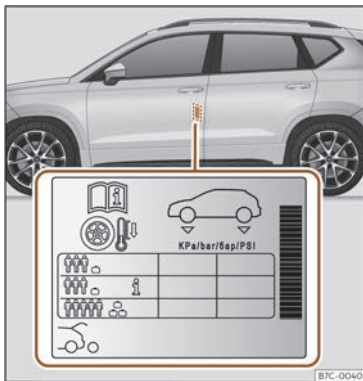

Fig. 208 Emplacement de l'autocollant de gonflage des pneus.
- Adaptez la pression des pneus en fonction de la charge transportée par le véhicule >>> **fig. 208.**
Les valeurs de pression de gonflage figurent sur l'autocollant situé sur la face arrière du cadre de la portière avant gauche >>> **fig. 208.**
Adaptez la pression de gonflage des pneus à la charge du véhicule. Si le véhicule est chargé au maximum, vous devez augmenter la pression de gonflage jusqu'à la valeur maximale de charge indiquée sur l'autocollant >>> **fig. 208.**
Dans le cas de la roue de secours de taille réduite (125/70 R16 ou 125/70 R18), la gonfler à une pression de 4,2 bar comme indiqué sur l'autocollant de pression des pneus >>> **fig. 208.**
Il est possible d'adapter la pression de gonflage des pneus sous charge moyenne en fonction du véhicule afin d'améliorer le confort de conduite (pression de gonflage **i** >>> **fig. 208**). Lorsque vous roulez avec une pression de gonflage de confort, la consommation de carburant peut légèrement augmenter.
- Le conducteur est responsable de la pression correcte de tous les pneus de son véhicule. La pression de gonflage recommandée est indiquée sur un autocollant >>> **fig. 208.**
- Avec les pneus à froid, la pression devra toujours être celle indiquée sur l'autocollant >>> **fig. 208.**